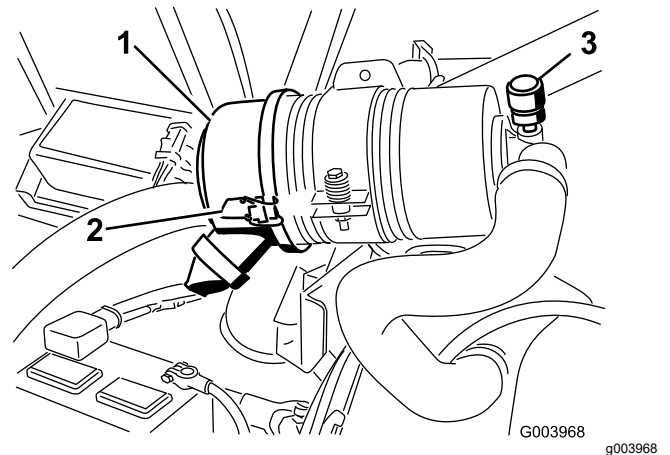

图 73
仅在维护指示器图 73 要求时维护空气滤清器滤芯。在必须更换之前更换空气滤清器只会增加灰尘在滤清器拆下时进入发动机的几率。
1. 松开将空气滤清器盖固定到空气滤清器壳体上的搭扣图 73。